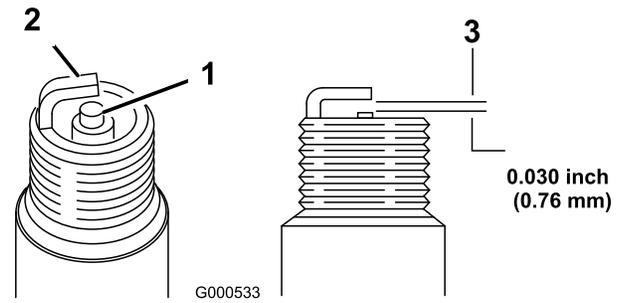

Figure 26
11. Réglez l'écartement des électrodes à 0,76 mm (0,030 po), comme montré à la Figure 26.